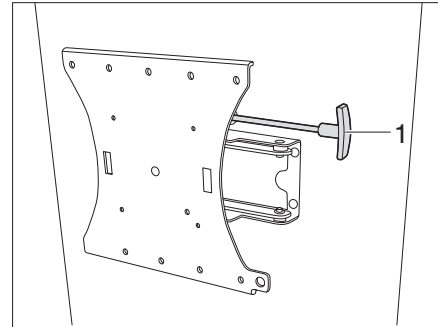

Fig. 133 Supporto con braccio snodato (variante 2)
- Tirare la leva (Fig. 133,1) per sbloccare lo schermo piatto dall'arresto.
- Reinserire la leva (Fig. 133,1) di arresto.